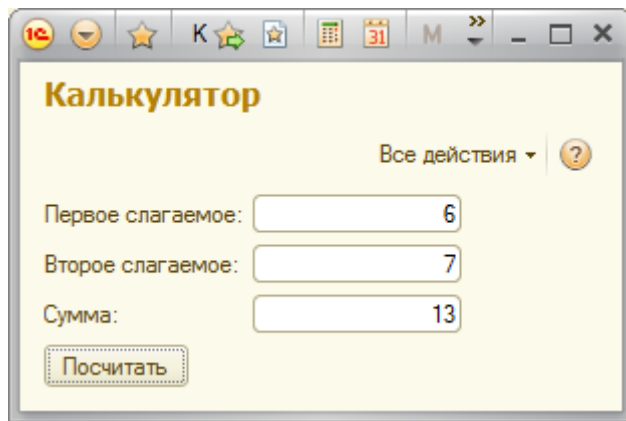

Рисунок 131 Внутренняя обработка
9. Проверьте правильность выполнения, запустив проект в режиме 1С:Предприятие (рис. 131).